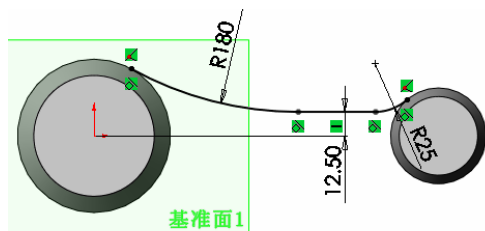
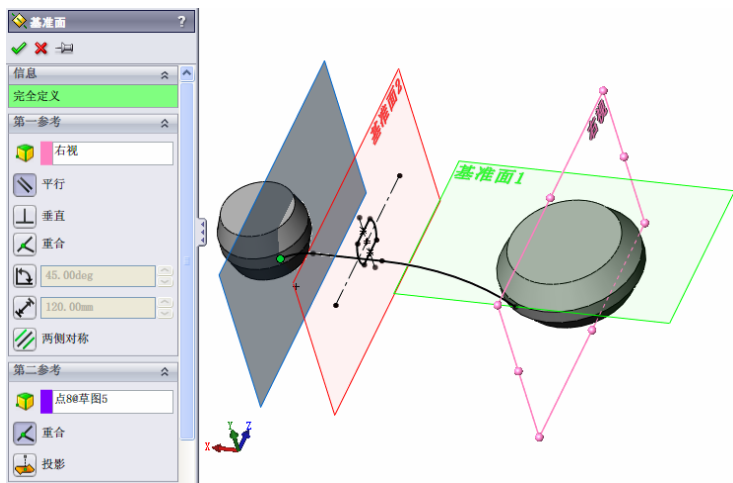
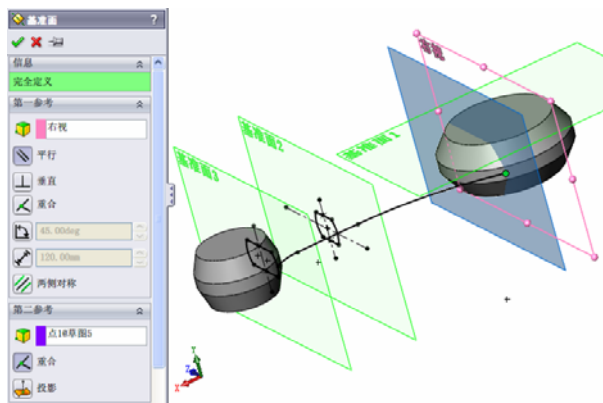

图 4-115 添加几何关系
图 4-118 生成基准面 3
图 4-120 创建基准面 4
③ 添加几何关系。单击“尺寸/几何关系”工具栏中的“添加几何关系”按钮。选取大端圆弧线和连杆大端外圆在草图平面上的投影线, 单击相切按钮, 为二者添加相切关系。同样, 添加小端圆弧线和连杆小端外圆在草图平面上的投影线为相切关系, 继续添加几何关系, 分别为中间直线与大端圆弧和中间直线与小端圆弧添加相切的几何关系。最后草图如图 4-115 所示, 退出草图。
⑨ 建立基准面。选择 FeatureManager 设计树中的“右视基准面”，然后单击“参考几何体”工具栏上的“基准面”按钮。在第二参考中选择图 4-115 所示的草图右端点, 如图 4-118 所示, 单击“确定”按钮, 生成基准面 3。
⑩ 绘制第二个放样轮廓。新建草图。选择基准面 3, 单击“草图”工具栏中的“草
⑫ 建立基准面。选择 FeatureManager 设计树中的“右视基准面”，然后单击“参考几何体”工具栏上的“基准面”按钮。在第二参考中选择如图 4-115 所示的草图左端点，如图 4-120 所示，单击“确定”按钮，生成基准面 4。